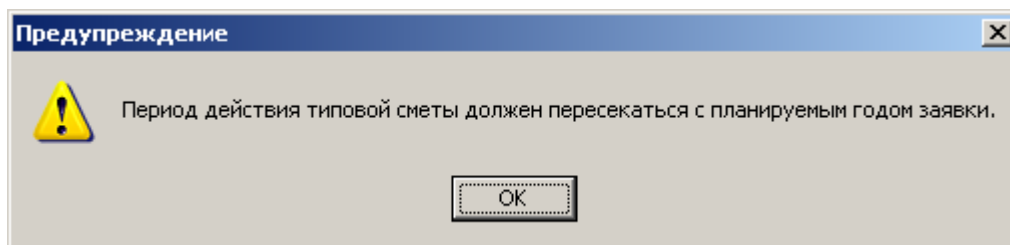

Рисунок 1.25
**Примечание:** для сметы существует дата начала действия и дата окончания действия сметы. Выбрать можно только те типовые сметы, дата окончания действия которых не заполнена, входит в год планирования или больше года планирования. Если Вы выбрали недействительную смету, то появится окно предупреждения (рис. 1.25)